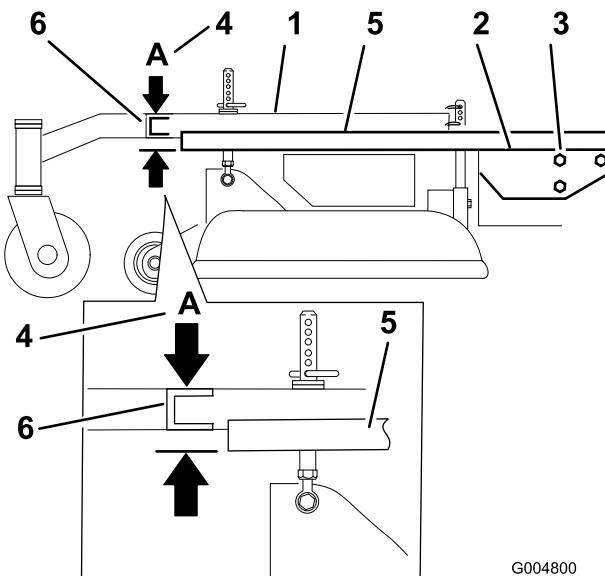

Figure 78
- Placez une longue planche, ou autre objet similaire, parfaitement droite en haut du plancher moteur, comme illustré à la Figure 78.
- Au niveau du tube transversal du bâti porteur, mesurez la hauteur au point A (Figure 78). Elle doit être égale à 33 mm (1-5/16 pouce) \pm 6 mm (1/4 pouce).
- Desserrez les boulons de montage du bâti porteur de chaque côté de la machine (Figure 78).
- Alignez le bâti porteur et le plancher moteur à la même hauteur qu'au point A, c.-à-d. 33 mm (1-5/16 pouce) \pm 6 mm (1/4 pouce) (Figure 78).